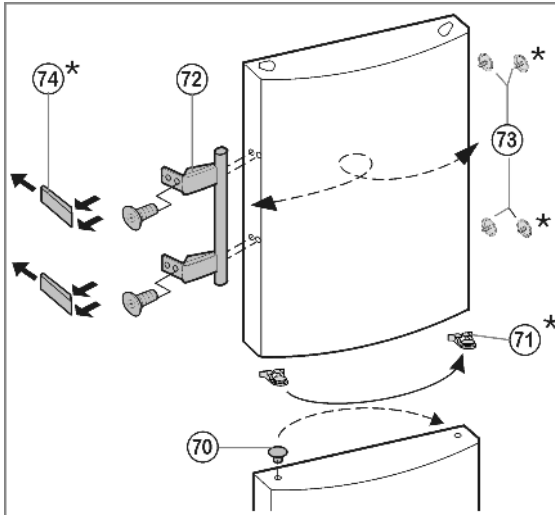

Fig. 10
- ▶ На нижней дверце: Извлеките пробку *Fig. 10 (70)* из опорной втулки дверцы и переставьте.
- ▶ На обеих дверцах: Снимите и переставьте на противоположную сторону дверную ручку *Fig. 10 (72)*, пробку *Fig. 10 (73)* и прижимные пластины\* *Fig. 10 (74)*.